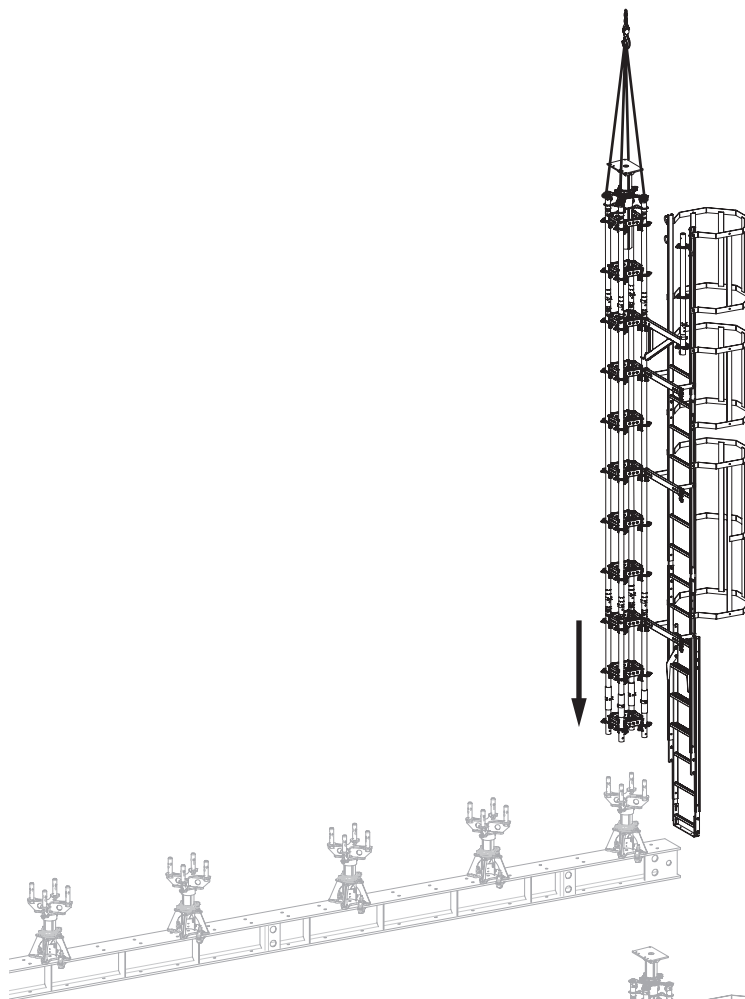

Fig. A6.13
2. Con la gru, sollevare e posizionare sul primo meccanismo di abbassamento il primo puntello a portata elevata HD completo di scala, mensola UCM 75 e montante superiore UVH-2 100 come montante parapetto. (Fig. A6.13)